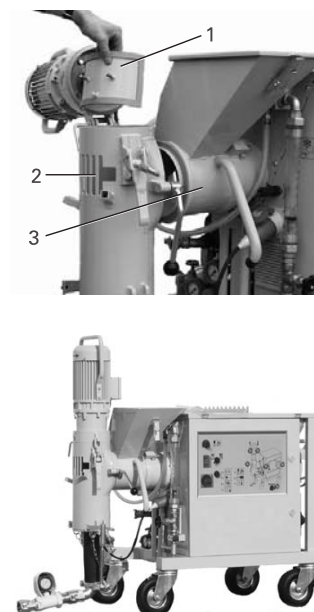

Рис. 24:
- оборудуйте смесительную трубу воронкой (рис. 24, 3)
- закрепите заслонки (Рис. 24, 1) изнутри за смотровые канавки смесительной трубы насоса (Рис. 24, 2)